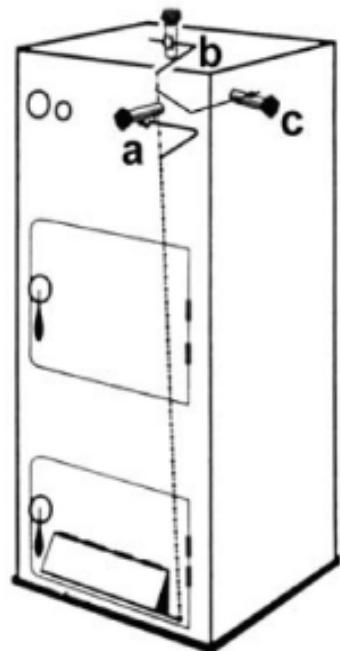

Рис. 3-1: Монтаж FR 1
- ▶ Соблюдать правильное монтажное положение регулятора режима горения и штока-рычага. Смотрите рисунок 3-1.
3. Повернуть регулятор режима горения таким образом, чтобы винт при горизонтальной установке (а) смотрел вниз, при горизонтальной установке (б) смотрел вперед и при горизонтальной боковой установке (с) смотрел вверх,смотрите рис. 3-1.